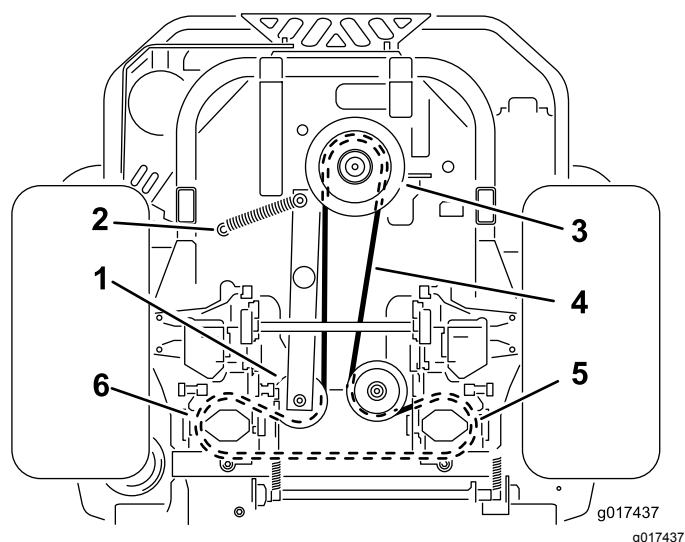

Figura 64
4. Sollevate la macchina e sostenetela su cavalletti (Figura 64).
6. Staccate la molla di tensione dal perno di ancoraggio (Figura 64).